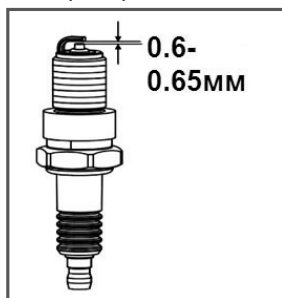

Рис. 13 Свеча зажигания
4. Измерьте зазор между электродами свечи зажигания специальным щупом. Зазор должен быть 0,6-0,65 мм (Рис. 13). При увеличении или уменьшении требуемого зазора рекомендуется заменить свечу, так как регулировка зазора может привести к изменению качества искрообразования.